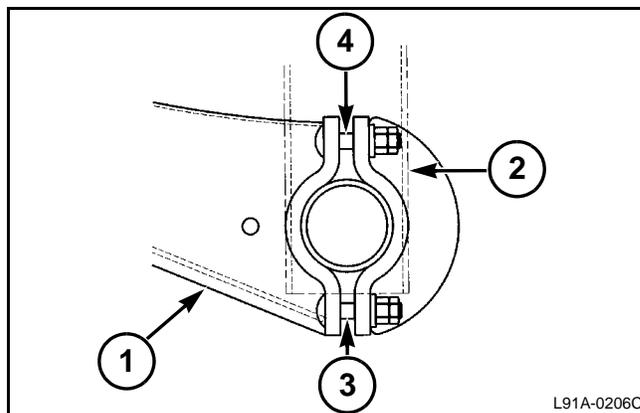

FIG. 66
FIG. 66: Coloque la aguja (1) en el portador de agujas (2) mientras el portador está en la posición inicial. Alinee la aguja nueva con las otras y apriete las tuercas de los pernos de ajuste. No instale las contratuercas todavía.